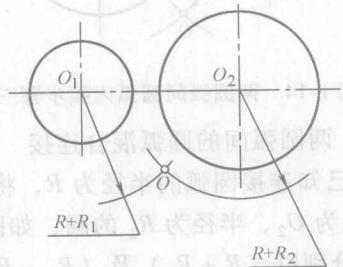

图 1-9 两圆弧间的圆弧外接步骤二
2) 分别以  $(R + R_1)$  及  $(R + R_2)$  为半径，以  $O_1$ 、 $O_2$  为圆心，画圆弧相交于  $O$  点，如图 1-9 所示。